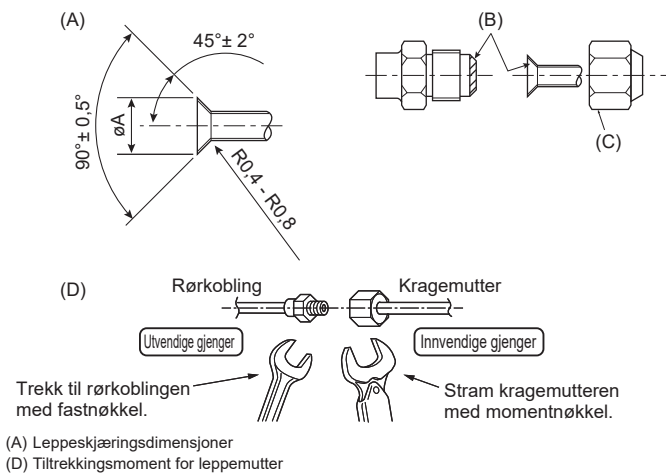

Fig. 4-1
(A)(Fig. 4-1)
(D)(Fig. 4-1)
4.2. Kople til rør (Fig. 4-1)
- Påfør et tynt lag med kjølevæskeolje på rør og skjøtseteflater før du strammer leppemutteren. (A)
- Bruk 2 nøkler til å stramme rørkoplingene. (D)
- Påfør kjølemaskinolje på hele leppeseteflaten. (B)
- Bruk leppemutrene for følgende rørstørrelser. (C)